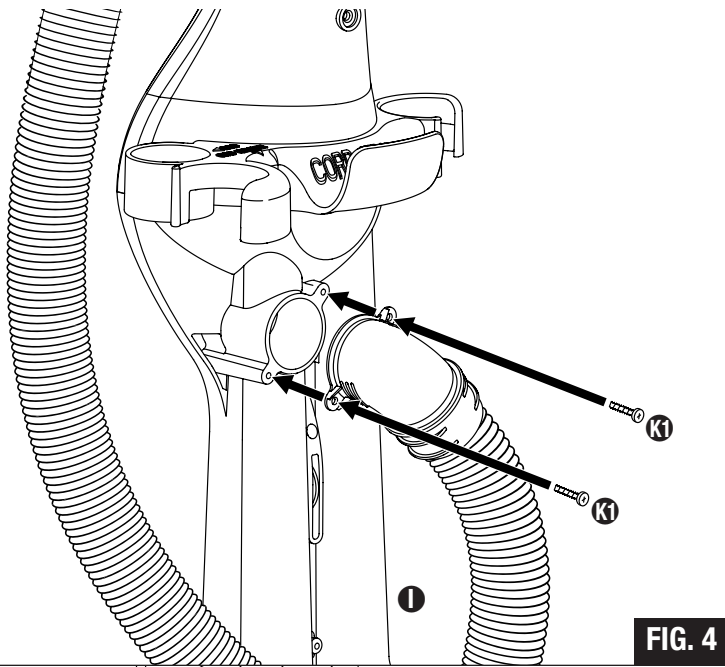

FIG. 4
Step 4: Secure the hose assembly **D** to the hose connection on the rear housing **I** with 2 short screws **K1** (FIG. 4).
Étape 4 : Fixez le boyau de raccordement ❶ au boîtier arrière ❶ avec deux vis courtes ❷ (FIG. 4)
Paso 4: Fije el conjunto de la manguera ❶ a la conexión de la manguera en el alojamiento trasero ❶ usando 2 tornillos cortos ❷ (FIG. 4).